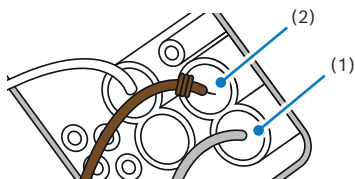

Imagen 5
17. Instale el borne del cable negro/blanco del conector macho XE1 del mazo de cables (cámara 44) en el conector macho X26 del mazo de cables así como el borne del cable marrón e instale el cierre de bloqueo (Imagen 5)